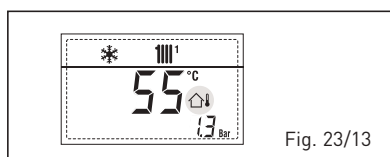

Fig. 23/13
- INTERVENTO TERMOSTATO SICUREZZA PRIMA ZONA MISCELATA “ALL 20” (fig. 23/14)